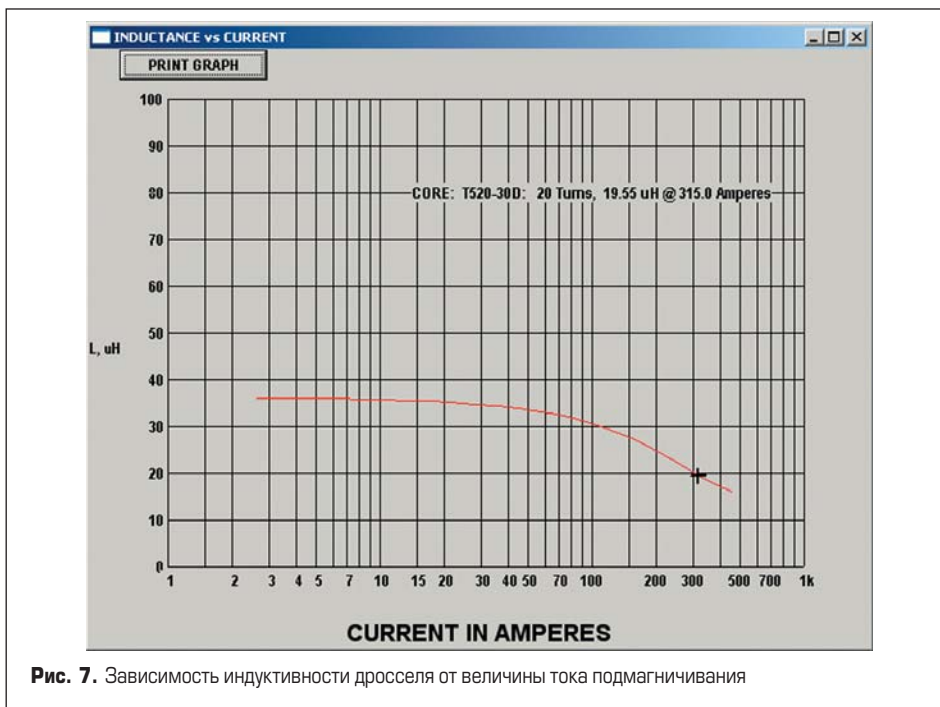

Рис. 7. Зависимость индуктивности дросселя от величины тока подмагничивания
- Inductance — вывести график зависимости индуктивности дросселя от величины тока подмагничивания (рис. 7). Крестиком отмечена индуктивность, соответствующая максимальному току. При этом видно, что на минимальном токе индуктивность дросселя превышает минимально необходимые 30 мкГн;